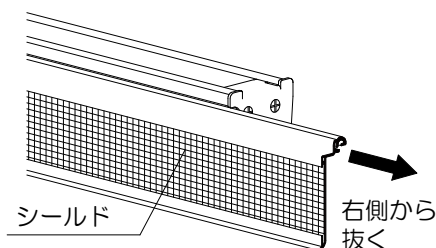

図1
3) シールド付きの場合、右側からシールドを抜いて、取外します。（図1参照）（左側から外せません）